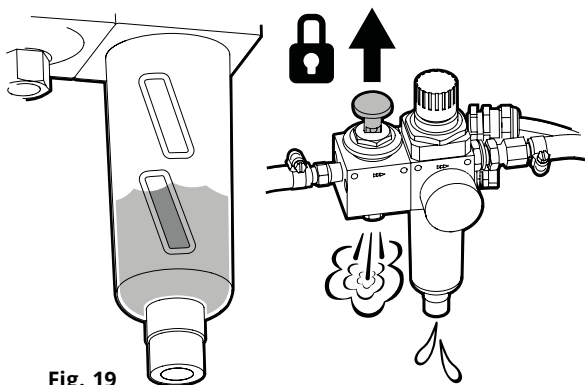

Fig. 19
1. Tire del interruptor de seguridad bloqueable hacia arriba y el depósito de presión se evacuará, (**Fig. 19**).
2. Tire del interruptor de seguridad bloqueable hacia arriba y el separador de agua se vaciará cuando se evacúe el depósito de presión (**Fig. 19**).